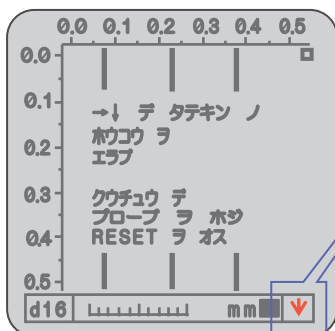

図50
- 縦の鉄筋の測定が終わりましたら、矢印キーにて測定方向を↓に変更してください。(図50参照)